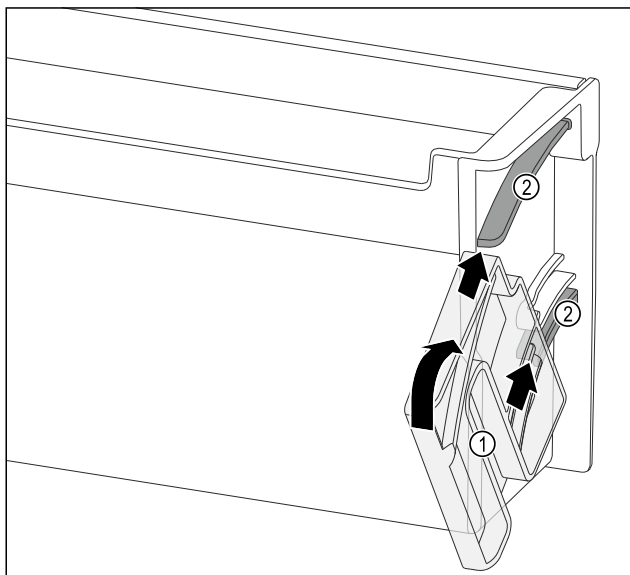

Fig. 100
- Poziționați unitatea de rotire Fig. 100 (1), astfel încât degajările să fie exact opuse față de canalele de ghidare Fig. 100 (2) ale raftului montat pe ușă.
- Rotiți unitatea de rotire Fig. 100 (1) în direcția indicată.